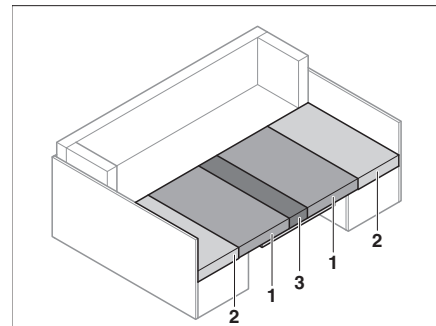

Fig. 71 Après la transformation
- Tirer les coussins d'assise (Fig. 71,1) vers le centre.
- Placer les coussins de dossier (Fig. 71,2) entre les coussins d'assise (Fig. 71,1) et la paroi extérieure.
- Placer le coussin supplémentaire (Fig. 71,3) entre les coussins d'assise (Fig. 71,1) sur la table.